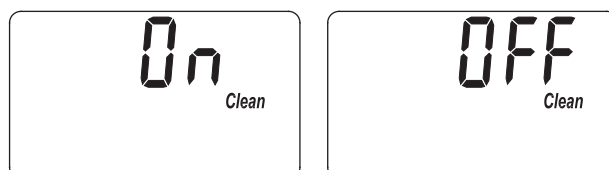

FIG. 27
1. Mantenga oprimido el botón PROGRAM (Programar) hasta que aparezca la pantalla que se indica en la Fig. 24. Cuando ello ocurra, oprima dos veces el botón PROGRAM (Programar) y aparecerá una de las dos pantallas que se indican en la Fig. 27.